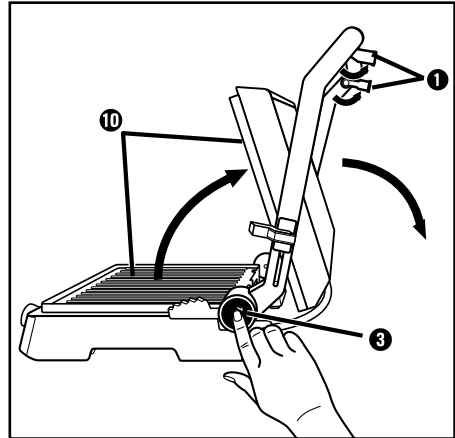

Fig. 1
- 1) Rabatați cele două picioare de sprijin 1 (fig. 1).
- 2) Apăsați butonul de deblocare 180° 3 (fig. 1) și deschideți capacul aparatului atât de mult, încât să poată fi utilizate ambele plăci de încălzire 10 ca un grătar tip masă.